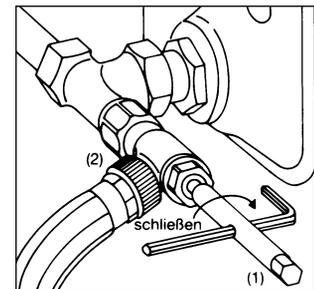

Bild 6
- 4.2 Nach dem Befüllen den Sechskantschlüssel SW 10 (1) wieder auf das Entleerungs- und Füllwerkzeug (2) aufsetzen und den Einsatz durch Rechtsdrehen schließen (Bild 6).